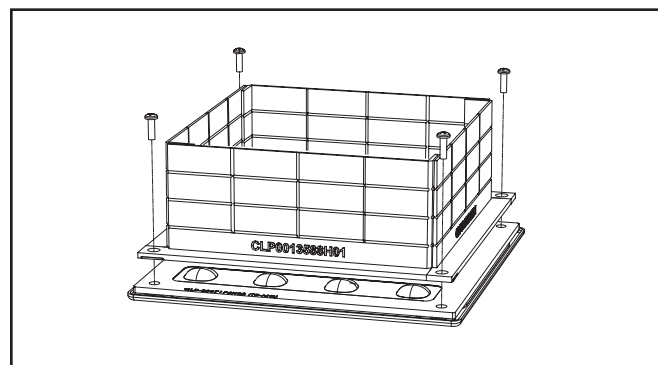

Figure 4.
- Installez le luminaire carré et les écrans en place en utilisant les vis fournies. (Fig. 4).